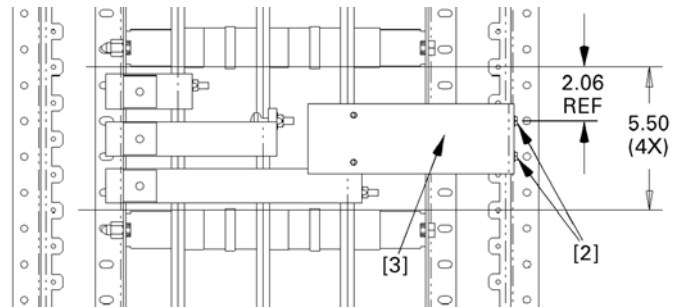
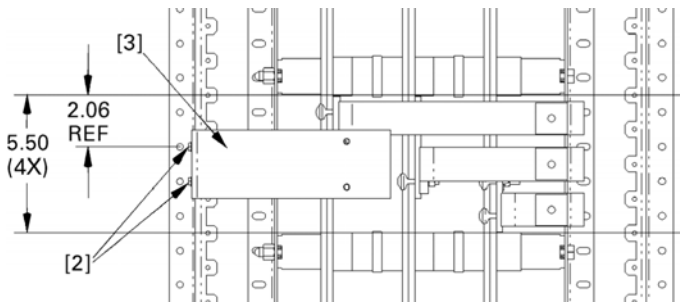

Figure 29. Installation du soutien de montage pour des connexions de câble sur le même côté que la dimension de référence de 2.75".
Figure 31. Installation du soutien de montage pour des connexions de câble sur le côté opposé à la dimension de référence de 2.75".
6. Installer le soutien de montage du disjoncteur. Fixer le soutien de montage du disjoncteur [3] au rail latéral du panneau avec des vis autotaraudeuses [2]. Les Figures 29 et 30 montrent l'installation pour des connexions de câble sur le même côté que la dimension de référence de 2.75". Les Figures 31 et 32 montrent l'installation pour des connexions de câble sur le côté opposé de la dimension de référence de 2.75". Serrer les vis autotaraudeuses à 30 lb.-po.